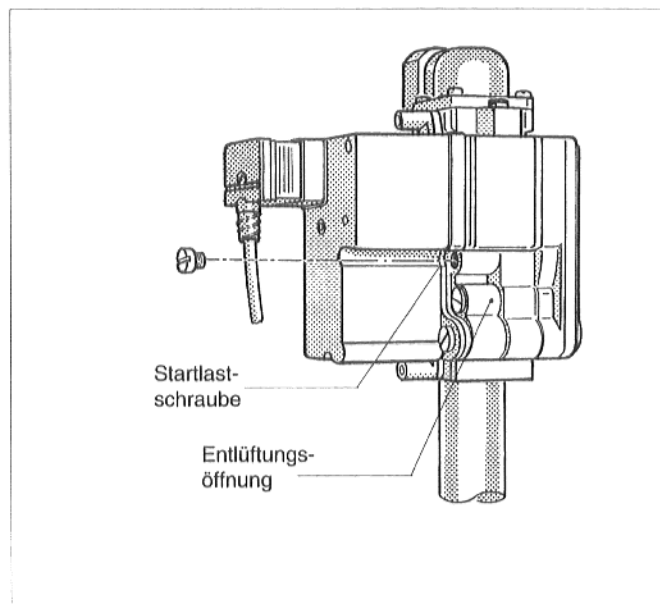

Abb. 48: Gasbrennerarmatur "BM" 762-012
- Bei "BM" 762-012: Schutzschraube über der Startlastschraube entfernen (Abb. 48).